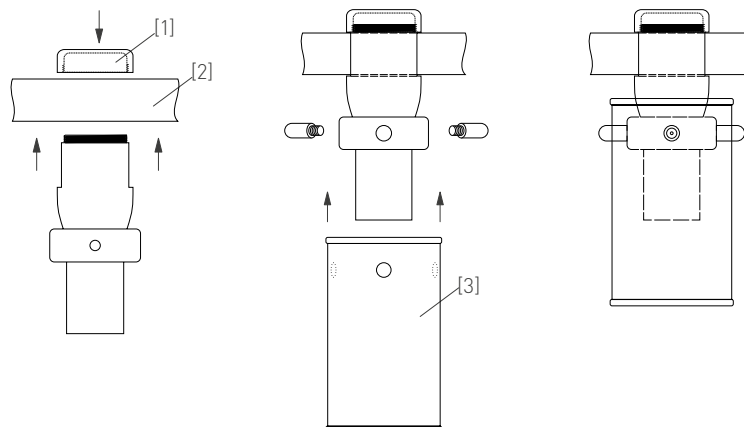

Рис. 2. Установка светильника
- Устройство крепления выполнено в виде заворачивающегося фиксатора с правой резьбой, который накручивается на верхнюю часть корпуса светильника. Открутите верхнюю часть фиксатора [1] у светильника, тем самым освободив установочное пространство. Аккуратно извлеките стеклянную колбу [3] светильника из упаковки, установите стеклянную колбу на корпус светильника, закрепив ее декоративными винтами. Установите светильник в необходимом месте шинопровода [2] и зафиксируйте его, закрутив верхнюю часть фиксатора светильника, как показано на рис. 2.